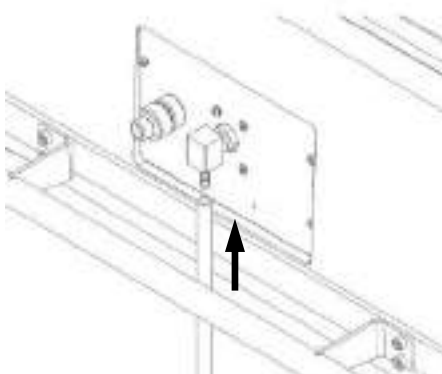

Figura 162 – Ligação para operação válvula de oxigênio limitadora para incubadora com corpo em plástico de engenharia
- Leia e entenda as advertências contidas no item 3 – *Advertência e/ou precauções a serem adotadas* desse manual.
- Através de uma mangueira de pressão de nylon trançada 250 psi atóxica, conectar a saída do fluxômetro da rede ou cilindro de oxigênio hospitalar ao niple da válvula de entrada de oxigênio da incubadora, conforme figura 162 e 163.